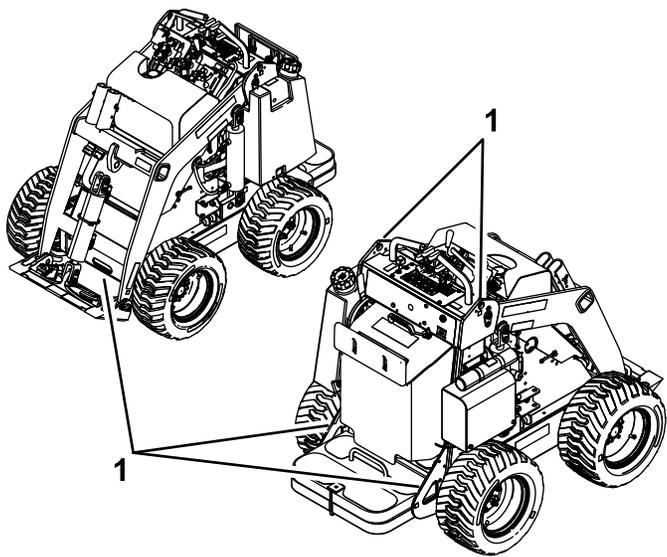

Рисунок 18
8. Используя металлические скобы для фиксации на машине, надежно прикрепите машину к прицепу или грузовику с помощью стропов, цепей, троса или веревок (Рисунок 18). Изучите местные нормативные документы по требованиям к креплению оборудования.
Вы можете поднять машину, используя в качестве такевых точек скобы для фиксации/подъема; см. Рисунок 18.